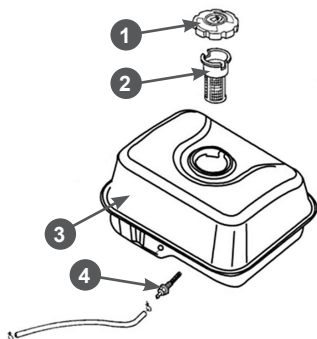

Рис. 22 Топливный бак и топливные фильтры
В топливном баке установлены два сетчатых топливных фильтра. Один фильтр устанавливается в заливной горловине топливного бака. Второй фильтр конструктивно объединен со штуцером топливного бака и установлен внутри бака (Рис. 22).
Топливный фильтр 2, установленный в горловине бака, проверяйте при каждой заправке бака топливом (Рис. 22). При необходимости вынимайте сетчатый фильтр из бака и производите его
Каждые 300 часов работы или один раз в год в зависимости от того, что наступит раньше, необходимо производить очистку топливного бака от грязи и конденсата. Перед этим рекомендуется полностью выработать топливо. Одновременно с очисткой топливного бака необходимо проверять и очищать фильтр 4, установленный внутри бака (Рис. 22). Поврежденный или сильно загрязненный фильтр необходимо заменить.
3. Выкрутите из топливного бака выходной штуцер 4 и произведите его очистку (Рис. 22). Внимательно осмотрите сетчатый фильтр. При обнаружении механических повреждений замените штуцер топливного бака.